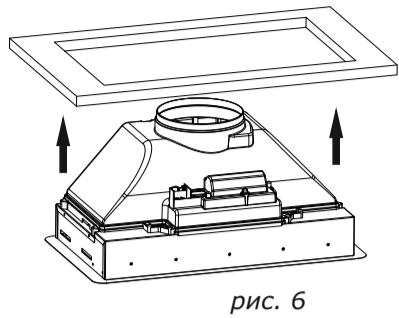

рис. 6
- Заведите вытяжку в отверстие до упора (рис. 6).